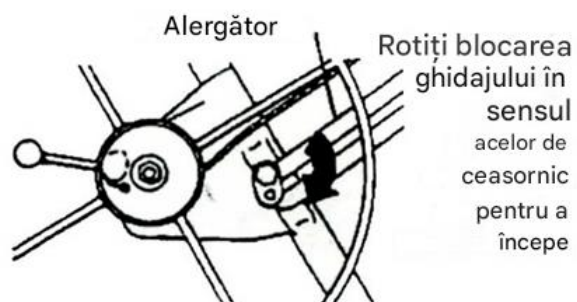

Figura 5
5. Înclinați ușor tamburul înapoi spre cadru. Acest lucru va provoca automat ca blocarea ghidajului să mențină tamburul complet tras. (Figura 5).